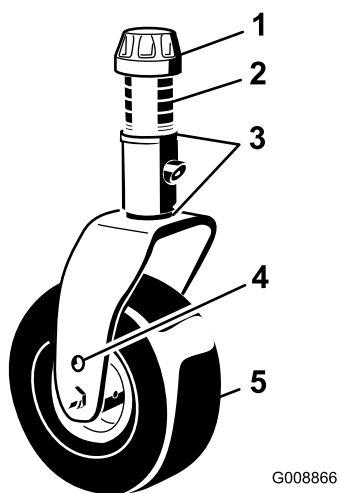

図 19
3. 両方のキャストホイールのアクスルをキャストフォークの上穴または下穴にセット全部のキャストフォークで同じ穴に統一する 図 19。
4. スピンドルシャフトからテンショニングキャップを外し 図 19 キャスタアームからスピンドルを抜き出す。